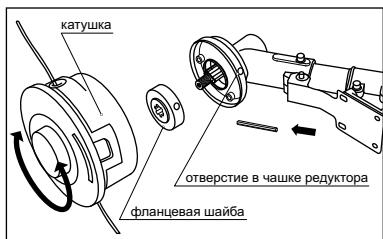

рис. 9
- Снимите чашку с вала, прижимную шайбу, оставив фланцевую шайбу (рис. 9).